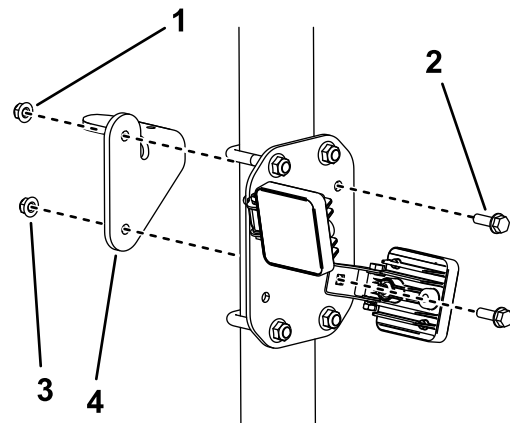

Bild 10
2. Befestigen Sie die Rundumleuchte an der Halterung an, wie in **Bild 10** dargestellt.